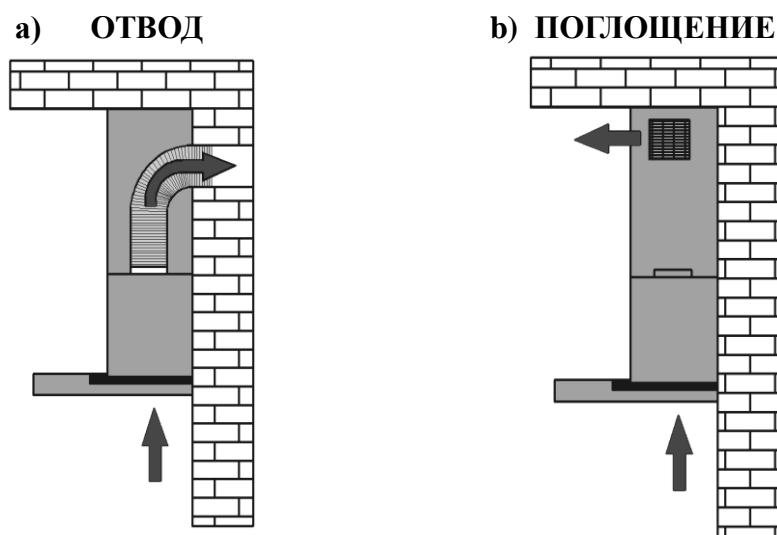

Рис. 2
- 1) Отвода (рис. 2а) – воздух удаляется из здания через соединение вытяжки с вентиляционной трубой с помощью жесткой пластиковой трубы диаметром в 150 мм или диаметром в 120 мм с применением соответствующего переходника.